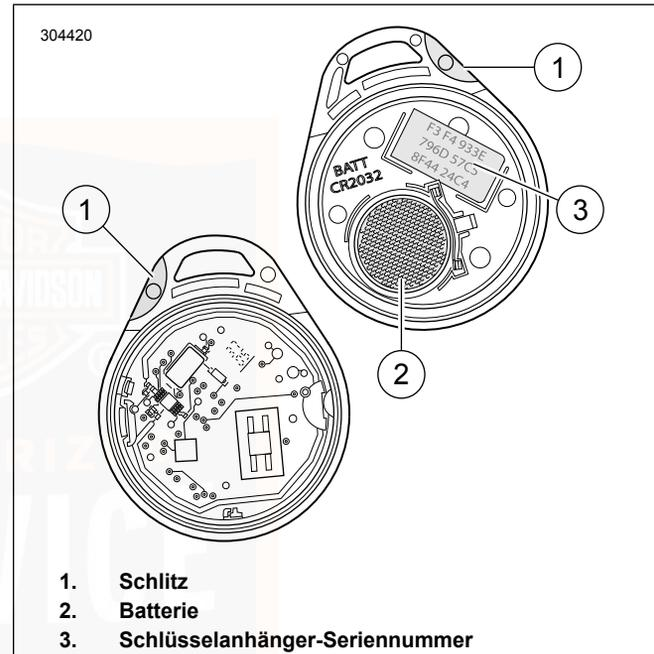

Abbildung 17. Schlüsselanhängerbatterie
1. Siehe Abbildung 17. Eine dünne Klinge im Schlitz (1) an der Seite des Schlüsselanhängers langsam verdrehen, um die beiden Hälften zu trennen.
2. Die Batterie (2) entfernen und entsorgen.